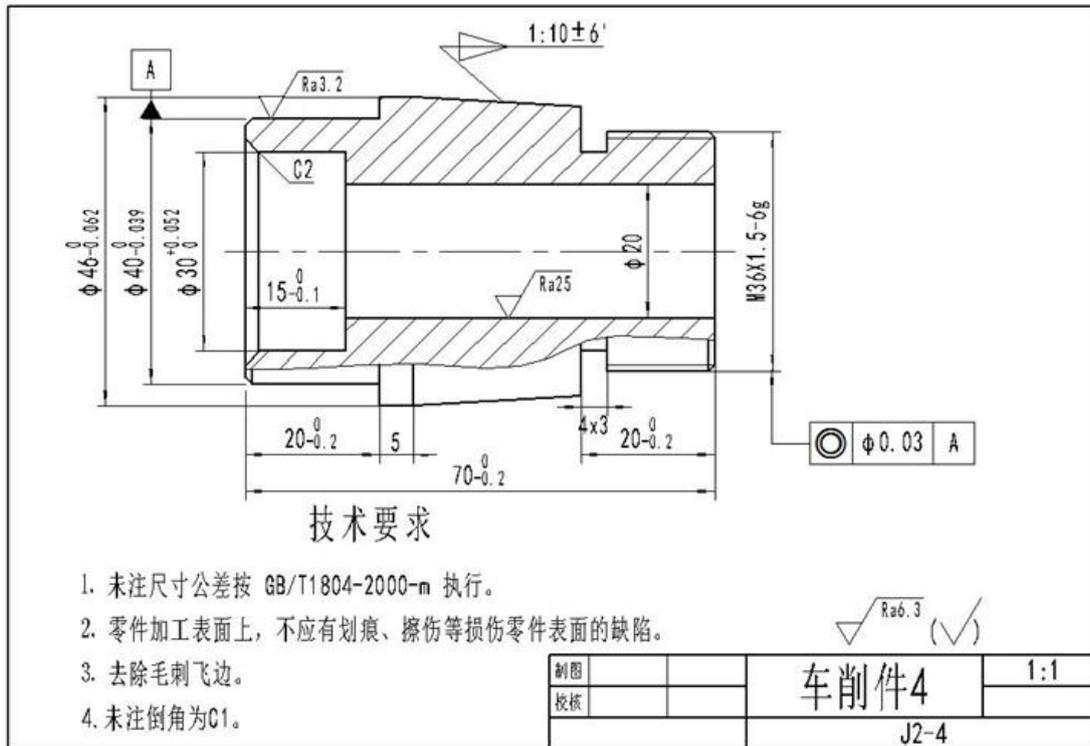

图2.4 车削件 4
(1) 任务描述：试在 CA6140 车床上加工如图 2.4 工件，所提供的工件毛坯规格： $\Phi 50\text{mm} \times 75\text{mm}$  棒料，45 钢。生产批量为中批量。最终结构要素的加工形状、公差要求以及表面质量等以图纸标注为准。